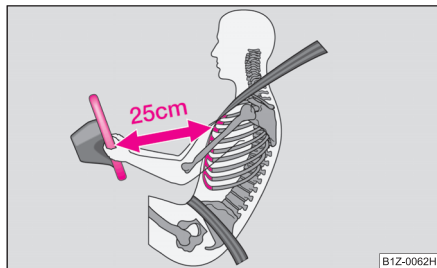

Abb. 117 Sicherer Abstand vom Lenkrad
- Für den Fahrer und Beifahrer ist es wichtig, einen Abstand von mindestens 25 cm vom Lenkrad bzw. von der Schalttafel einzuhalten ⇒ Abb. 117. Wenn Sie den Mindestabstand nicht einhalten, kann Sie das Airbag-System nicht schützen - Lebensgefahr! Außerdem müssen die Vordersitze und die Kopfstützen immer der Körpergröße entsprechend richtig eingestellt sein.